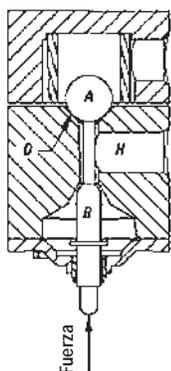

Figura 4 - Piloto de acción rápida
una bola (A). En los pilotos de acción rápida (vea la Figura 4), el asiento de bola es un asiento de metal y en los pilotos de Alivio y Envirosave, hay un asiento elástico que asegura cero fuga en los sellos. Los controles del asiento superior suministran aire y la bola se mantiene en la posición de cerrado por la presión de aire suministrado. Cuando la fuerza mecánica hacia arriba, desde la espiga de empuje (B) es suficiente para superar la presión del aire suministrado, que mantiene la bola en el asiento, la bola se cierra rápidamente hacia arriba, el aire fluye hacia abajo y fuera, del orificio de salida (H) y el orificio inferior es sellado por el extremo esférico de la espiga de empuje e impide que el aire suministrado escape.